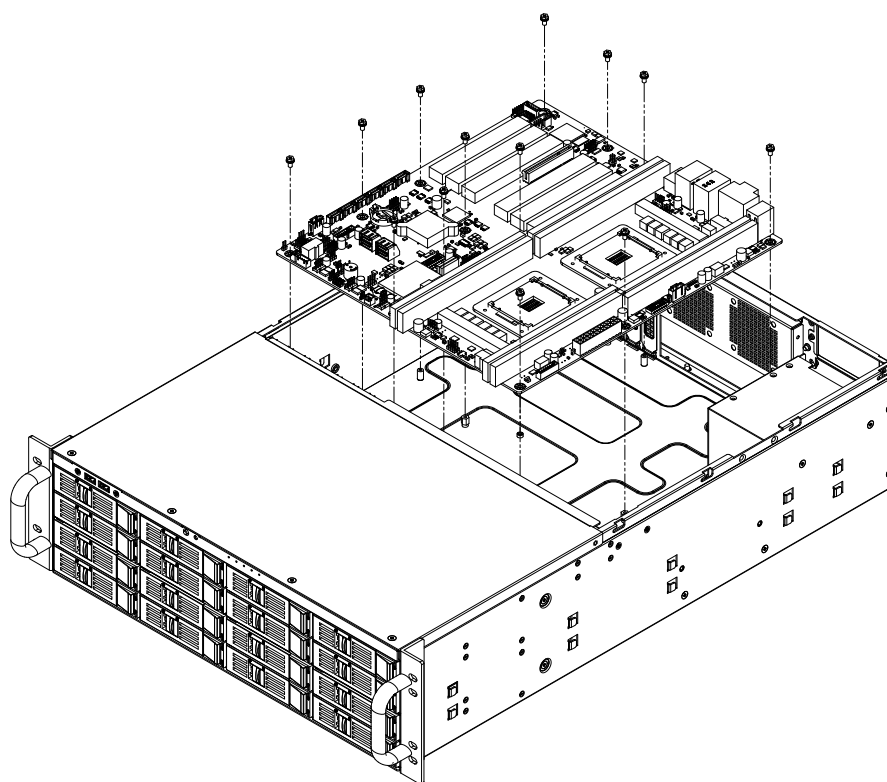

Figure 2.4 Installing a Motherboard / 安裝母板 / 安裝主機板
2. Attach the motherboard I/O shielding onto the rear plate first. Then fasten the motherboard onto the chassis. (see Figure 2.4)
2. 将主板的 I/O 屏蔽衬垫放在后面板上，然后把主板固定在机箱上（如图 2.4 所示）。